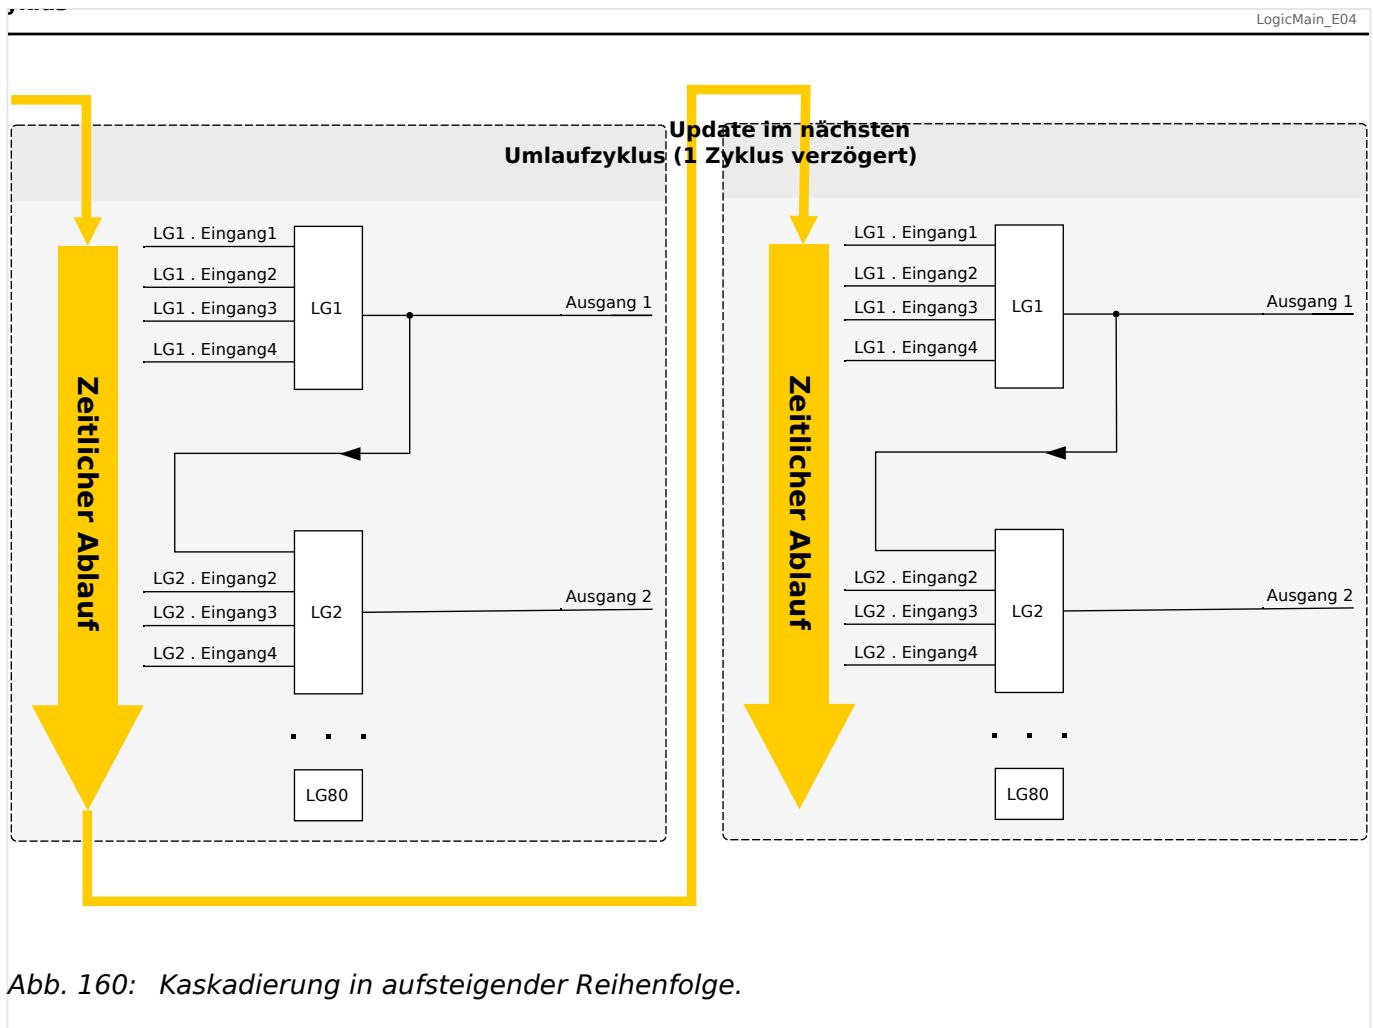
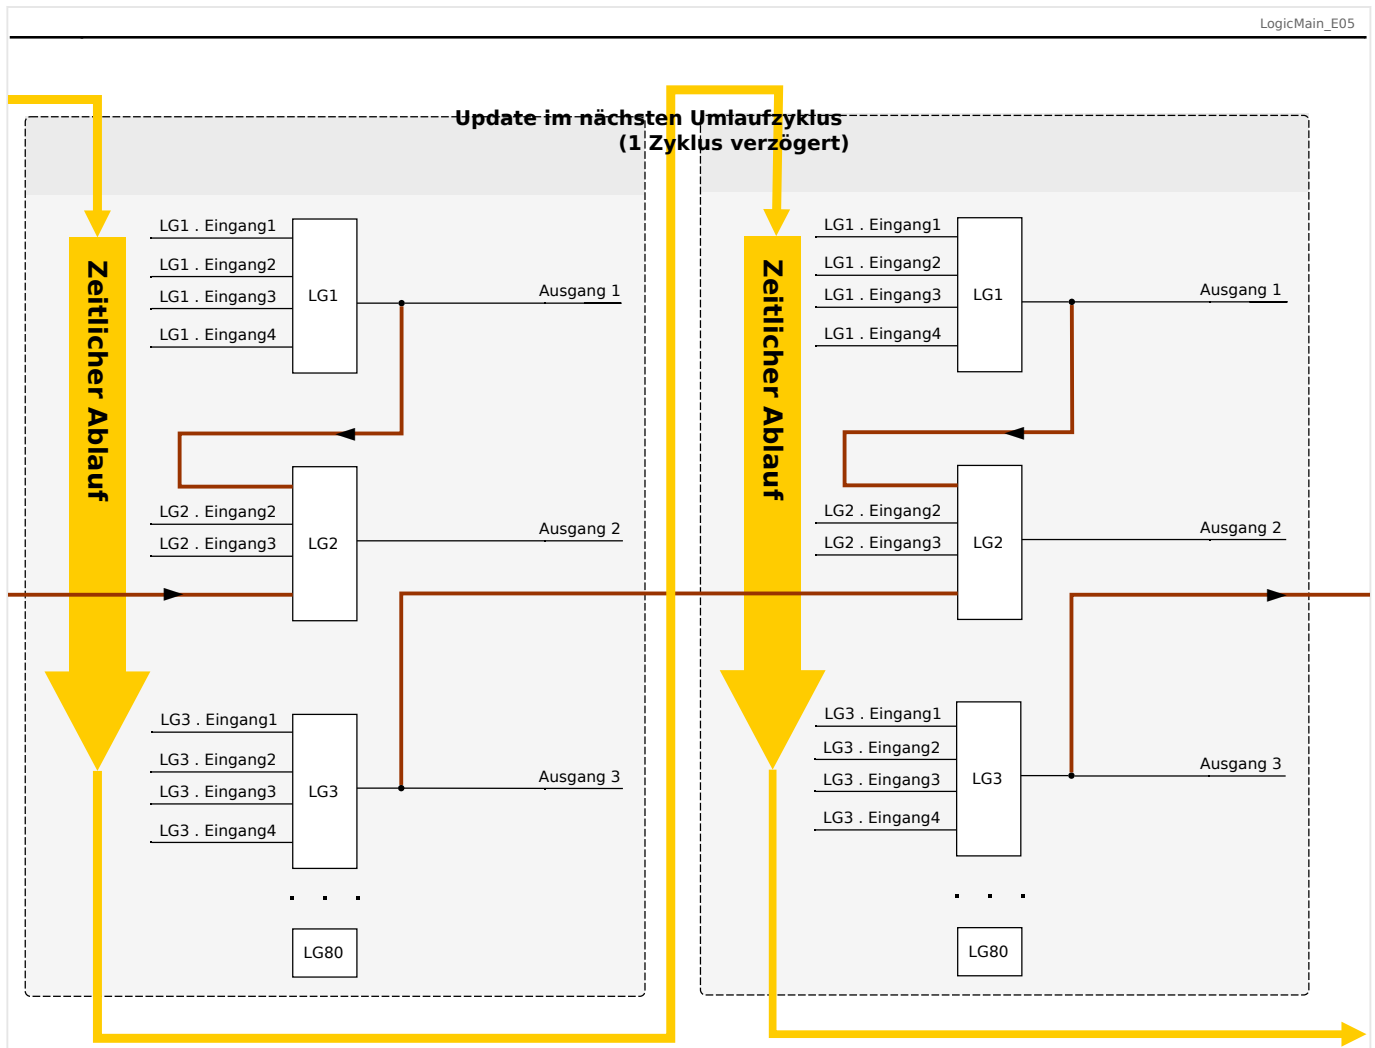

Abb. 160: Kaskadierung in aufsteigender Reihenfolge.
Abb. 161: Kaskadierung in absteigender Reihenfolge.
- Kaskadierung in **aufsteigender** Reihenfolge bedeutet, dass der Ausgang einer Logikgleichung auf den Eingang einer Logikgleichung mit **höherer** Nummer rangiert wird. Das Diagramm →Abb. 160 weiter unten zeigt ein Beispiel, bei dem der Ausgang von LG1 auf einen Eingang von LG2 rangiert wird.
- Kaskadierung in **absteigender** Reihenfolge bedeutet, dass der Ausgang einer Logikgleichung auf den Eingang einer Logikgleichung mit **niedrigerer** Nummer rangiert wird. Das Diagramm →Abb. 161 zeigt ein Beispiel, bei dem der Ausgang von LG3 auf einen Eingang von LG2 rangiert wird.
Bei der Konfiguration des Schutzgerätes bestehen keinerlei Einschränkungen oder Unterschiede zwischen aufsteigender und absteigender Reihenfolge. Da allerdings während der Laufzeit des MCA4 die Logikgleichungen in aufsteigender Reihenfolge ausgewertet werden, haben die resultierenden Ausgangswerte, die am Eingang der Logikgleichung anstehen, ein unterschiedliches „Alter“, wie in →Abb. 160 und →Abb. 161 veranschaulicht wird.
Das in Abb. 161 gezeigte Beispiel zeigt eine Konfiguration von „Logikgleichung 2“, die den Ausgang von zwei weiteren Logikgleichungen, „Logikgleichung 1“ und „Logikgleichung 3“, als Eingangszustände verwendet. Hierbei ist der Ausgang von „Logikgleichung 1“ in aufsteigender Reihenfolge verwendet, sodass der Wert in jeweils demselben Prozesszyklus ermittelt wird. Der Ausgang von „Logikgleichung 3“ wird in absteigender Reihenfolge verwendet, sodass der Wert in dem jeweils vorherigen Prozesszyklus ermittelt wurde.